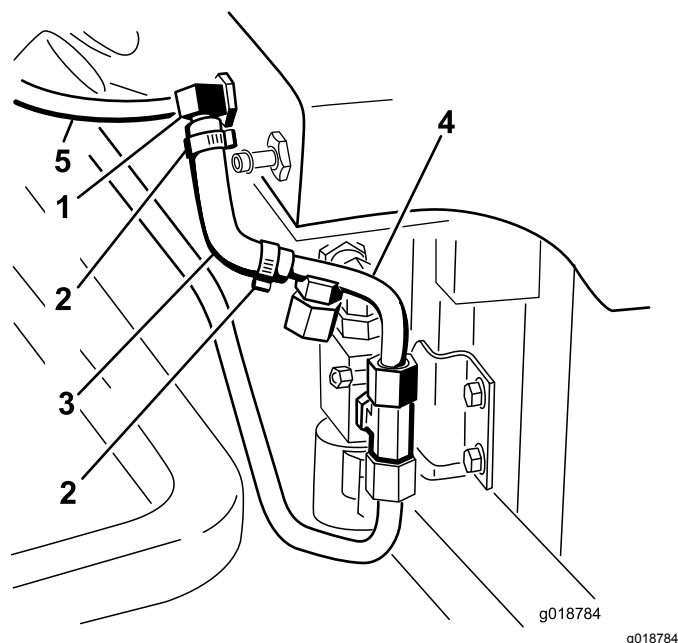

Рисунок 32
11. Наденьте 2 малых шланговых хомута на малый формованный гидравлический шланг (Рисунок 32).
12. Наденьте длинную часть формованного шланга на прямоугольный переходной тройник, установленный в гидравлический бак (Рисунок 32).
13. Наденьте короткую часть формованного шланга на ступенчатый конец гидравлической трубки № 4 (Рисунок 32).
15. Подсоедините, не затягивая, гидравлическую трубку № 5 (шланг) к малому прямоугольному тройнику (Рисунок 32).